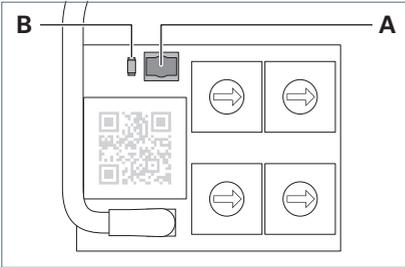

Fig. 13: Tasto e LED.
- ▶ Premere il tasto **A** e tenerlo premuto per 10 secondi, vedere Fig. 13.